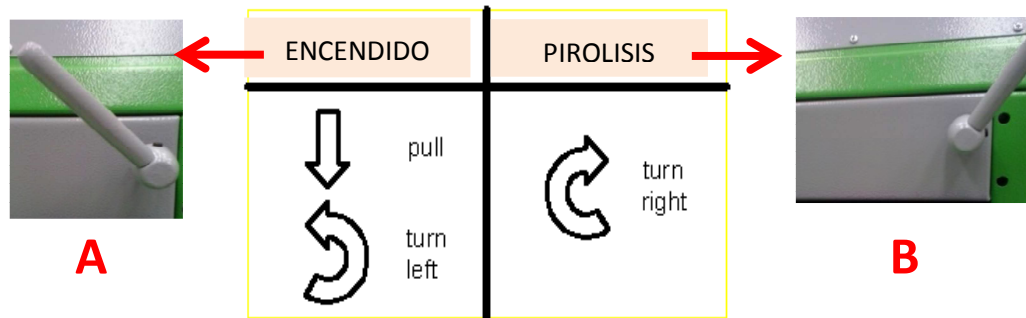

Figura 8. El cambio de modo encendido al modo de pirólisis
- La palanca (figura 8) cambiar según la imagen **A**
- La palanca (figura 8 ) cambiar según la imagen **B**